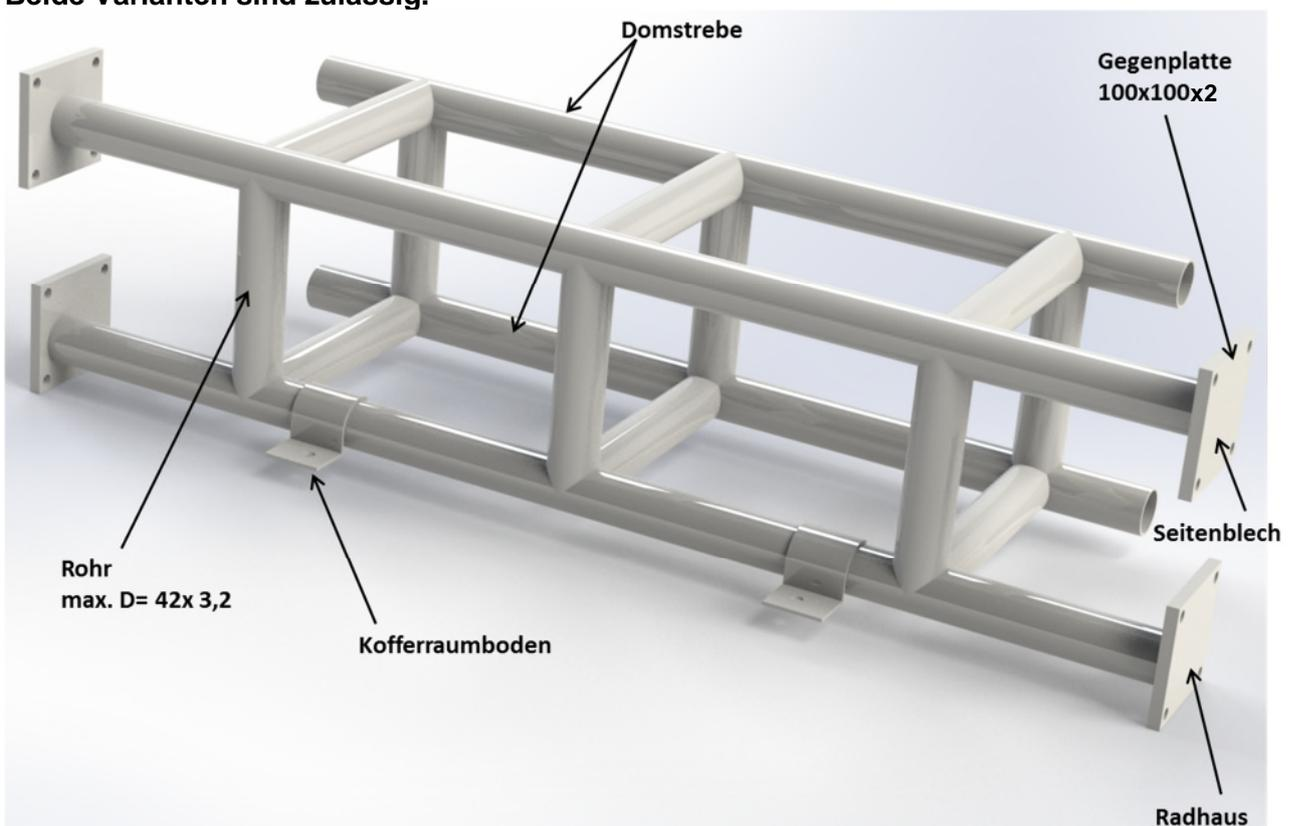

Bild 5
- Zusätzlich dürfen in den hinteren Radkästen gebogene Rohre mit einer Stärke von max. 42 mm Durchmesser und einer Wandstärke von 3,2 mm eingeschweißt werden (siehe Bild 5 und 6). Diese Rohre dürfen hinter den Federbein-Domen mit dem hinteren Rahmen verbunden werden. Hierfür gibt es 2 Varianten. Variante A sieht die Verbindung mit der unteren Querstrebe des hinteren Rahmens vor (Siehe Bild 5), Variante B sieht die Verbindung mit der oberen Querstrebe des hinteren Rahmens vor (Siehe Bild 5). Die Domstrebe darf mit diesen Rohren verbunden werden.